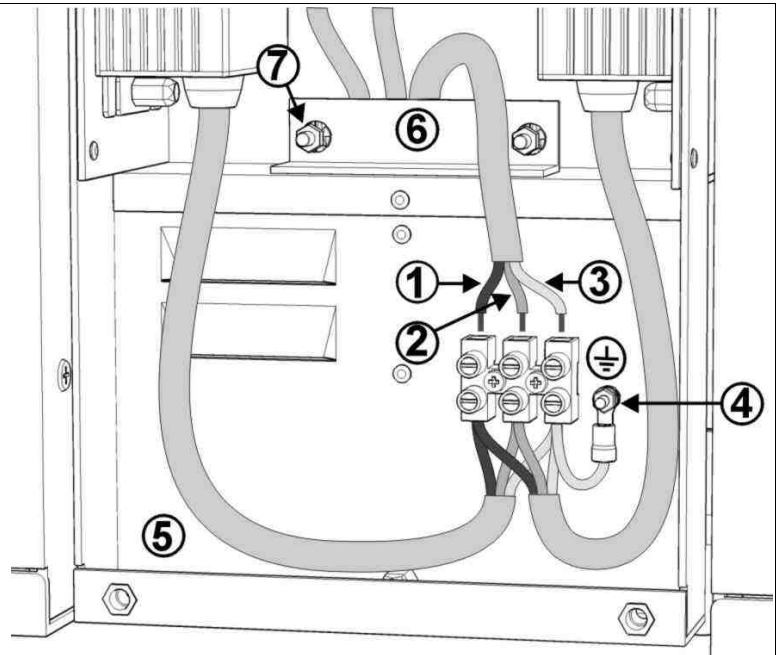

Abb. 18: Anschluss des Versorgungskabels im Modul **POWER SUPPLY**
- Entfernen Sie vom Modul **POWER SUPPLY** die Frontplatte und die hintere Abdeckung des Kabeleingangs (Abb. 10, Abb. 11), lösen Sie dann die Befestigungsschrauben des Kabelbinders (Abb. 18).
- Führen Sie das definitive Versorgungskabel ein und schließen Sie dessen Drähte mit den angemessenen Stiften an die Schraubklemmen an, siehe hierzu Abb. 18.
- Durch Verschrauben der beiden Muttern den Kabelbinder blockieren (Abb. 11, Abb. 18), wobei sicherzustellen ist, dass der Kabeleingang gut verschlossen ist und keine Insekten eindringen können. Nun die Frontplatte und die hintere Abdeckung des Moduls **POWER SUPPLY** schließen.
- Falls Sie unter Zuhilfenahme eines Multimeters feststellen, dass die Endklemmen nicht unter Spannung stehen (Abb. 18), kontrollieren Sie bitte das Versorgungskabel;